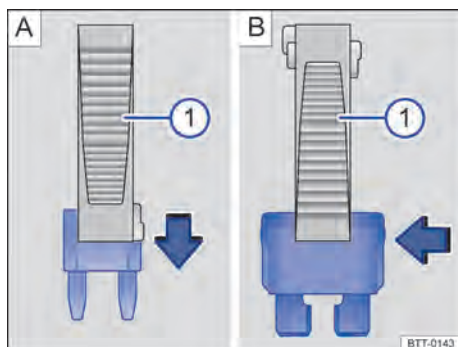

Fig. 248 Remover ou instalar um fusível com a garra da pinça de plástico ①.
⇒ Fig. 248 ① da cobertura da caixa de fusíveis.
- Em caso de *fusíveis pequenos*, encaixar a garra ① por cima ⇒ Fig. 248 A.
- Em caso de *fusíveis maiores*, empurrar a garra ① lateralmente sobre o fusível ⇒ Fig. 248 B.
- Caso o fusível esteja queimado, substituir o fusível por um novo da *mesma* capacidade (mesma cor e inscrição) e do *mesmo* tamanho ⇒ ①.